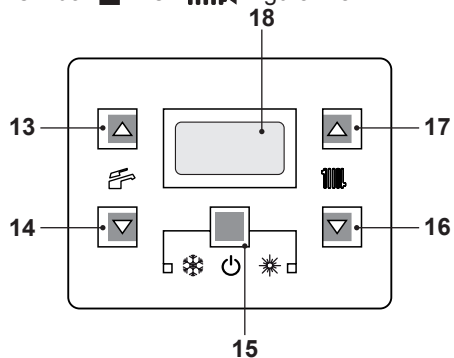

Figura 2.3
- Tenere premuto per 2 secondi il tasto 15 fino a far apparire sul display entrambi i simboli  e  Figura 2.3.